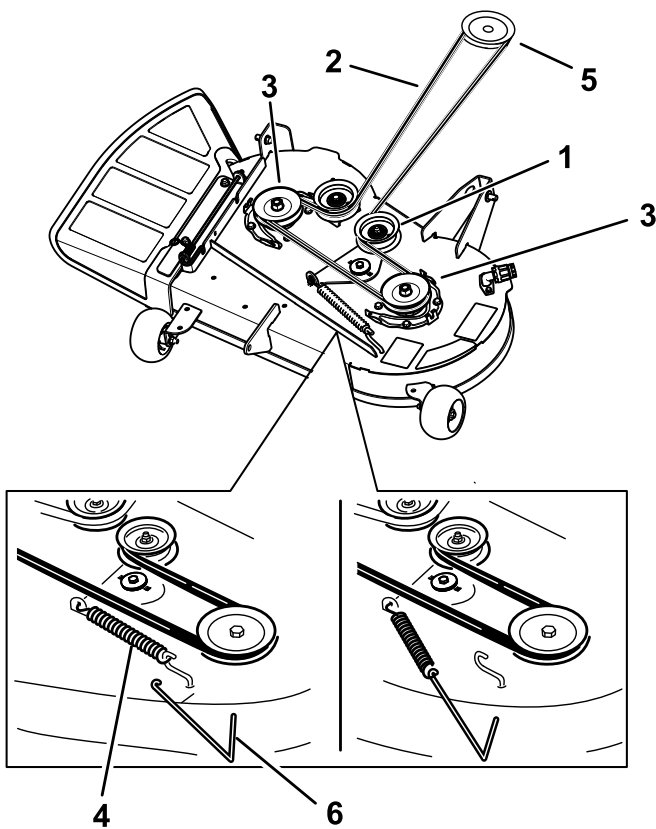

Figura 48
5. Usando una herramienta para la retirada de muelles (Pieza Toro N° 92-5771), retire el muelle tensor del gancho de la carcasa para eliminar la tensión de la polea tensora, y retire la correa de las poleas (Figura 48).
6. Pase la correa nueva alrededor de las poleas del motor y del cortacésped (Figura 48).
7. Usando una herramienta para la retirada de muelles (Pieza Toro N.º 92-5771), instale el muelle tensor sobre el gancho de la carcasa y tense la polea tensora y la correa (Figura 48).